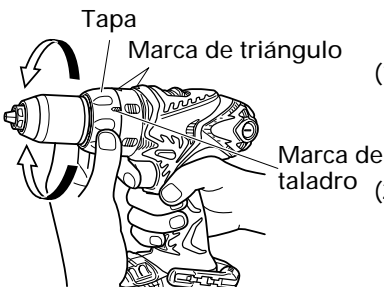

Fig. 24
9. Confirmar la posición de la cubierta (Ver la Fig. 24)
(2) Indicación del par de apriete (Consulte la Fig. 24)
(3) Ajuste del par de apriete (Consulte la Fig. 24)